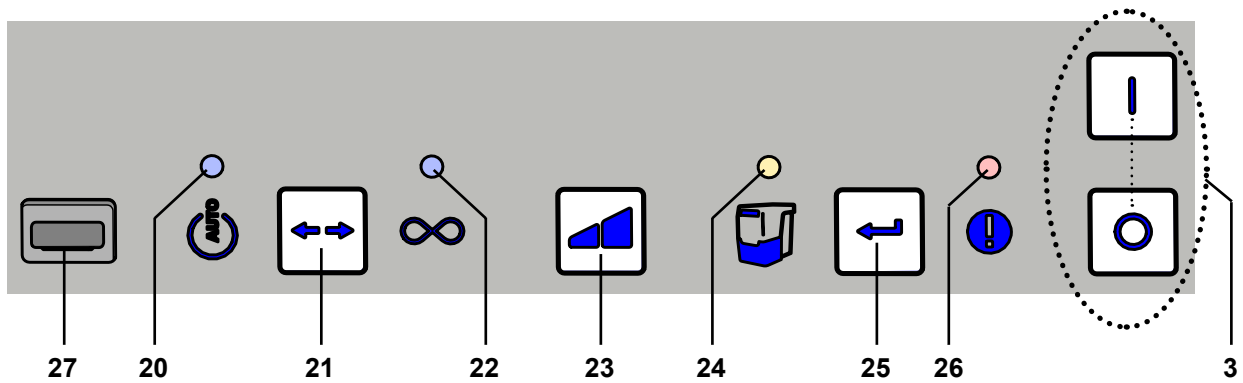

Fig. 2
- ⇒ Sluk apparatet på tænd/sluk-knappen (3, Fig. 2).
Udsugningen betjenes med tasterne på betjeningsfeltet (Fig. 2).